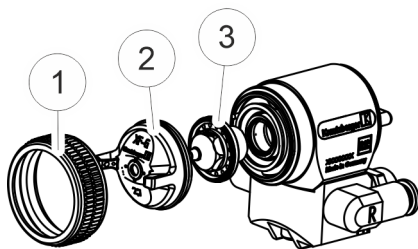

Fig. 6: Smontaggio degli ugelli
2. ➤ Svitare il dado a risvolto (Fig. 6/1).
3. ➤ Staccare l'ugello dell'aria (Fig. 6/2) e svitare l'ugello del materiale (Fig. 6/3).
5. ➤ Riavvitare saldamente il dado a risvolto (Fig. 6/1).